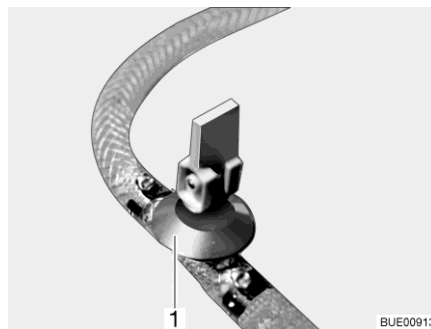
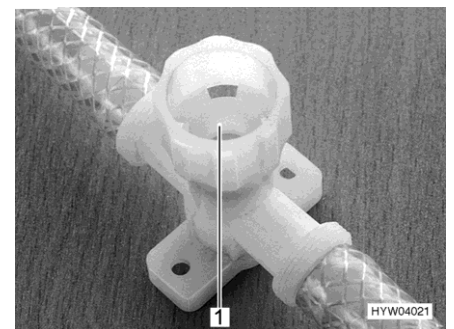

Bild 273 Avtappningskran (med vipparm)
Bild 274 Avtappningskran (med vred)
- Stäng alla avtappningskranar. Ställ för detta avtappningskranens vipparm (Bild 273,1) vågrätt eller vrid avtappningskranens kran (Bild 274,1) medurs.